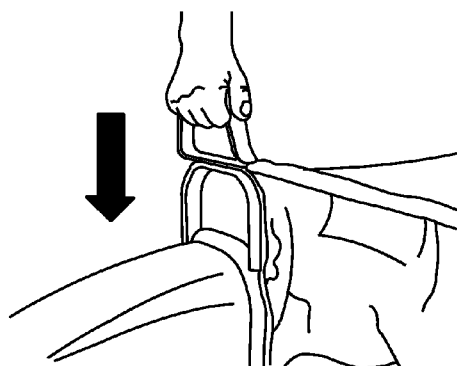

Figure 43
11. Saisir la poignée du sac et la glisser sur le collet de la chute d'herbe (Fig. 43). Pousser la poignée vers le bas jusqu'à ce qu'elle soit correctement installée.